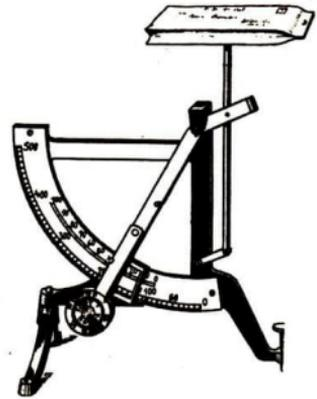

Abb.103 Briefwaage
**Die Briefwaage (Abb. 103).** Bei ihr findet ein ungleicharmiger Winkelhebel Verwendung. Die Wirkungsweise der Briefwaage beruht darauf, daß die auf die Waagschale gelegte Last ein am langen Hebelarm befestigtes Gewicht anhebt. Mit zunehmender Neigung des Hebels wächst die Drehkraft dieses Gewichtes, die den Hebel wieder in seine Ruhelage zurückdrehen sucht. Schließlich wird sie so groß, daß sie der Last das Gleichgewicht hält.